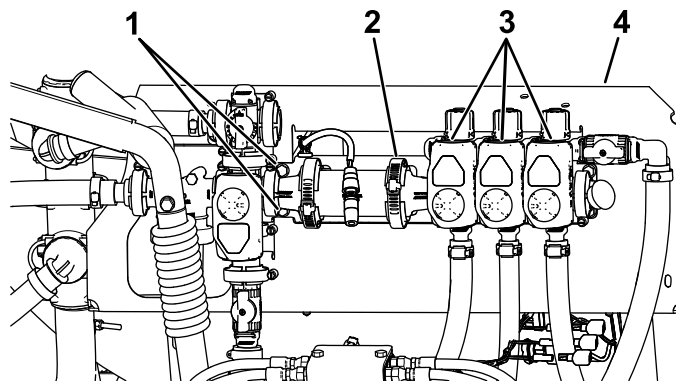

图4
- 旋松将喷洒臂阀门总成紧固到安装架（图4）上的螺栓，但是不要拆下。
- 松开将 KZ 阀固定到喷洒臂阀门总成（图4）上的现有软管夹。